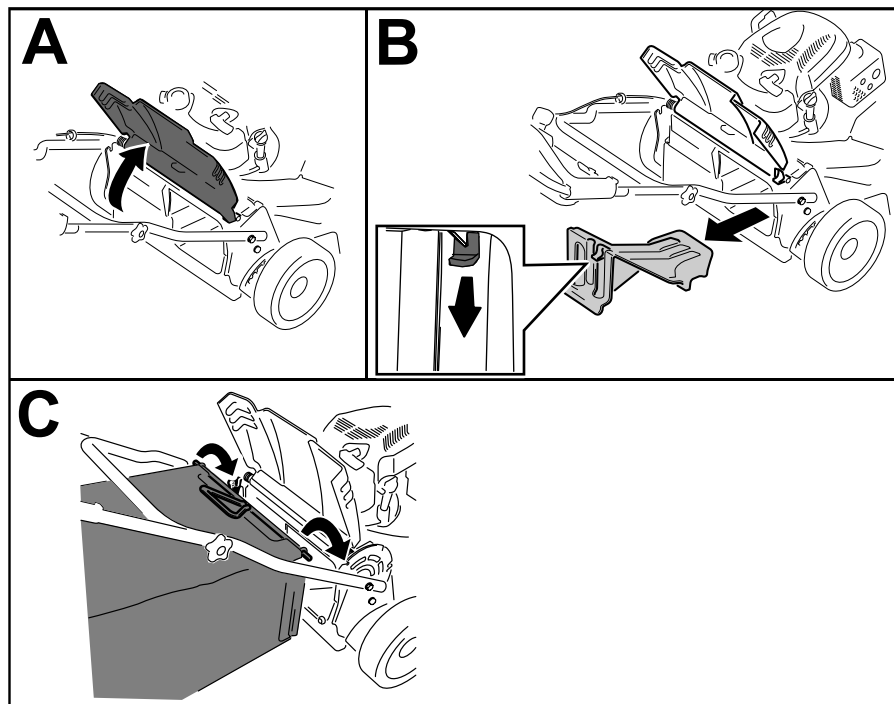

Рисунок 24
1. Поднимите и удерживайте в поднятом положении заднюю дверцу (вид А на Рисунок 24).
2. Снимите заднюю выпускную заглушку, нажав на защелку большим пальцем и вытянув заглушку из машины (вид В на Рисунок 24).
3. Вставьте штангу травосборника в выемки в основании рукоятки и покачайте травосборник вперед-назад, чтобы убедиться в том, что штанга находится в нижней части обеих выемок (вид С на Рисунок 24).